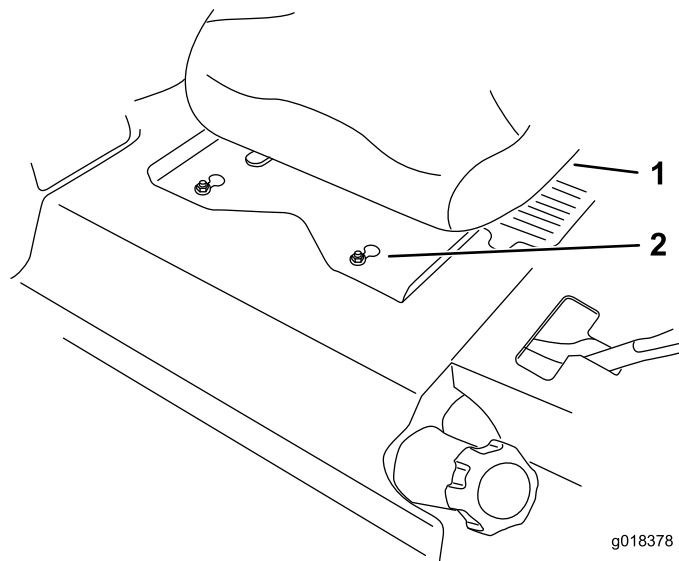

Figura 62
7. Deslice el asiento y la chapa del asiento hacia adelante para que las tuercas delanteras puedan pasar por los orificios (Figura 62).